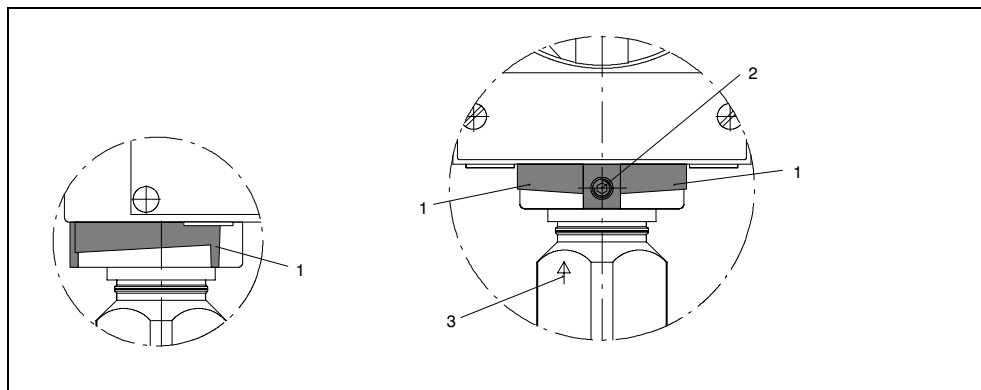

Figura 21 Campo di rotazione della cella di misurazione
È permesso effettuare solamente una rotazione limitata! Il campo di rotazione (1, Figura 21, pag. 165) è marcato al piede dell'alloggiamento dell'elettronica. Sul collare della cella di misurazione si trova una tacca di orientamento (3) che durante la rotazione deve rimanere entro il campo marcato.